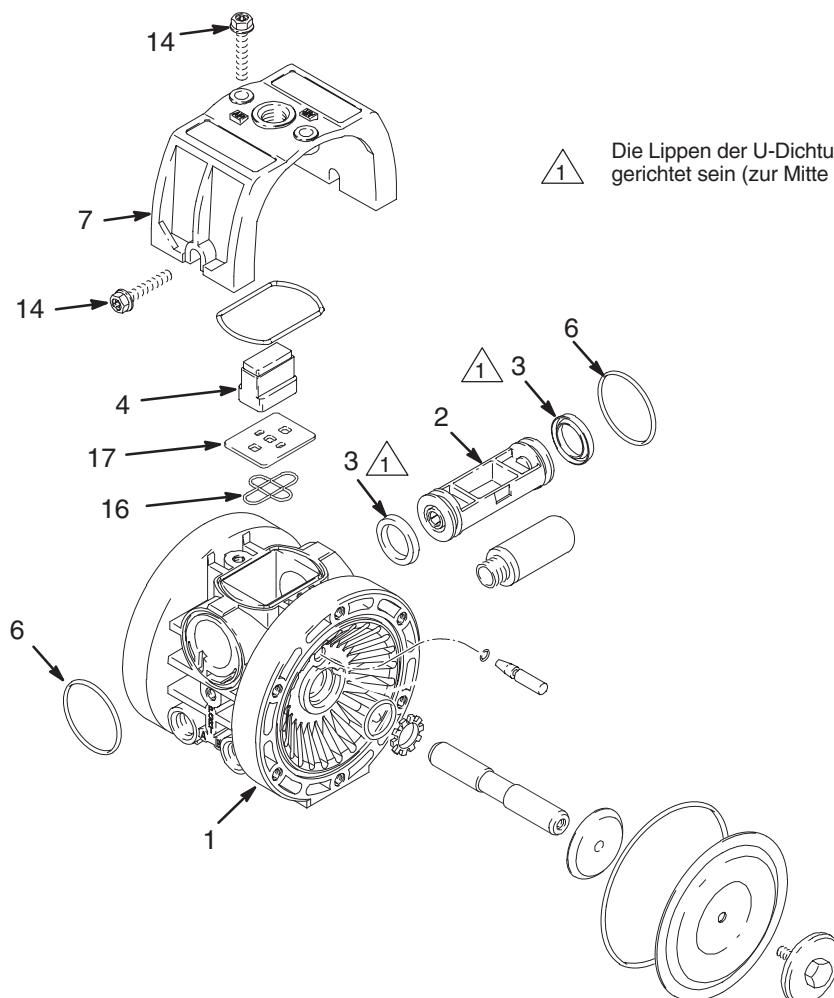

Abb. 4
Servicearbeiten am Luftventil wie folgt durchführen. Siehe Abb. 4.
2. Die vier Schrauben (14) entfernen, mit denen der Ventildeckel (7) am Mittelgehäuse (1) befestigt ist.
3. Ventilblock (4) und Ventilmitnehmer (2) entfernen und die U-Dichtungen (3) auswechseln. Mitnehmer und Ventilblock wieder einsetzen. Beim Auswechseln den Mitnehmer ganz auf eine der beiden Seiten geben.
**HINWEIS:** Der in Abb. 4 gezeigte Ventilblock ist für Pumpen mit einem Druckluftmotor. Wenn die Pumpe einen magnetbetriebenen Luftmotor besitzt, gilt dieser Schritt nicht. Die Teile 2, 3, 4, 16 und 17 werden nicht benötigt.
5. Den Ventildeckel (7) zum Wiederanbringen soweit auseinander spreizen, dass die rechteckigen Dichtungsringe (6) nicht beschädigt werden, und den Deckel (7) in das Mittelgehäuse schieben.
6. Die Schrauben (14) einsetzen und mit 4,5 Nm anziehen. Siehe **Anzugsreihenfolge** auf Seite 19.